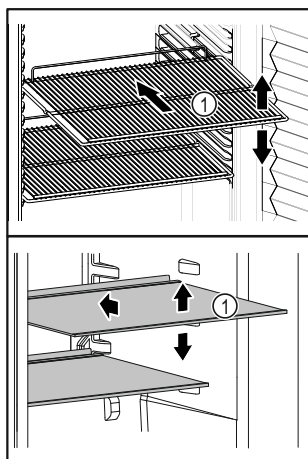

Fig. 77 Représentation à titre d'exemple
- ☐ Si les surfaces de rangement Fig. 77 (1) sont mobiles, les régler en hauteur.